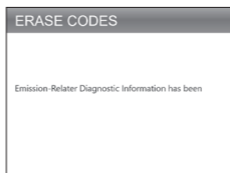

Figure 3.3.2
2. Après avoir déterminé que toutes les réparations ont été effectuées, appuyez sur [OK] pour effacer ou réinitialiser les données de diagnostic des émissions. (Voir la figure 3.3.2)